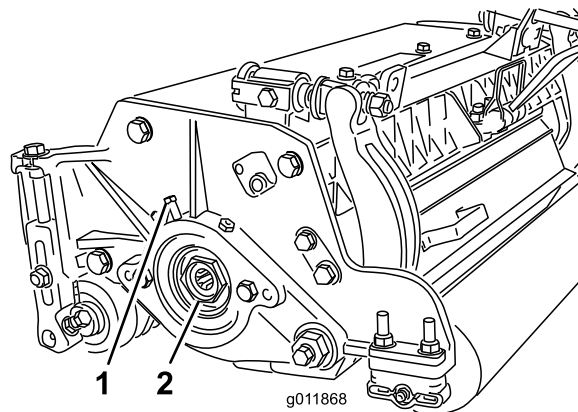

Figura 27
- A. Afloje el tornillo de fijación exterior que sujeta la tuerca de ajuste del cojinete al alojamiento del cojinete situado en el lado izquierdo de la unidad de corte (Figura 27).